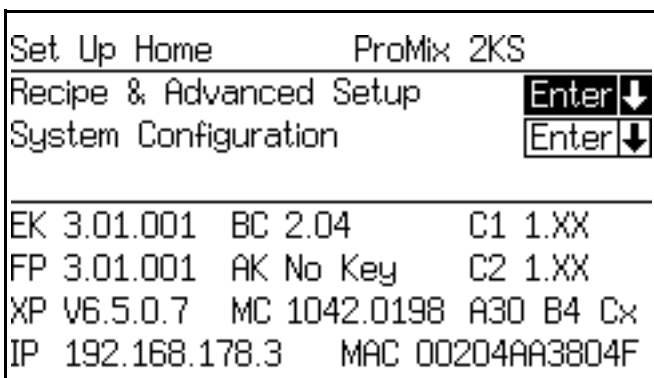

FIG. 53 Schermata Set Up Home (Impostazione)
1. Nella EasyKey premere il tasto di impostazione  per accedere alla schermata iniziale di impostazione. Selezionare "System Configuration" (Configurazione del sistema) per accedere alle schermate di configurazione. FIG. 53.